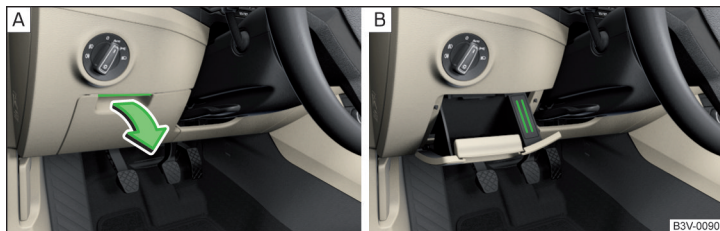

Fig. 105 Deschiderea compartimentului de depozitare/suportului pentru hărți
- Pentru **deschidere**, ridicați mânerul și deschideți compartimentul în sensul săgeții » fig. 105 - **A**.
În compartimentul de depozitare se află un suport pentru hărți » fig. 105 - **B**.